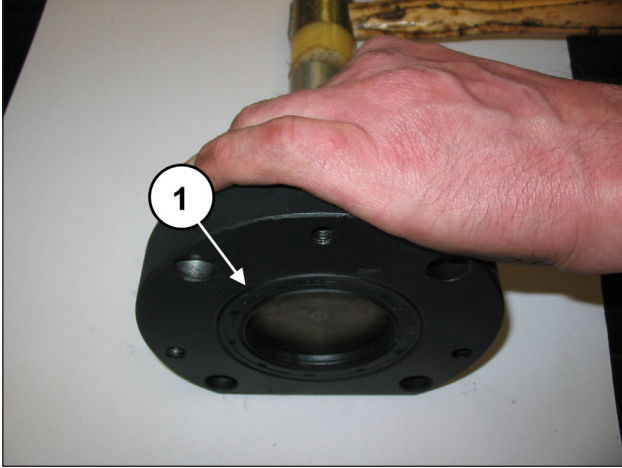
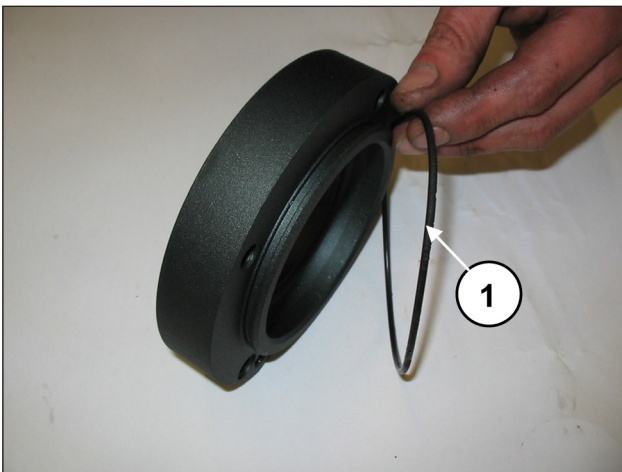
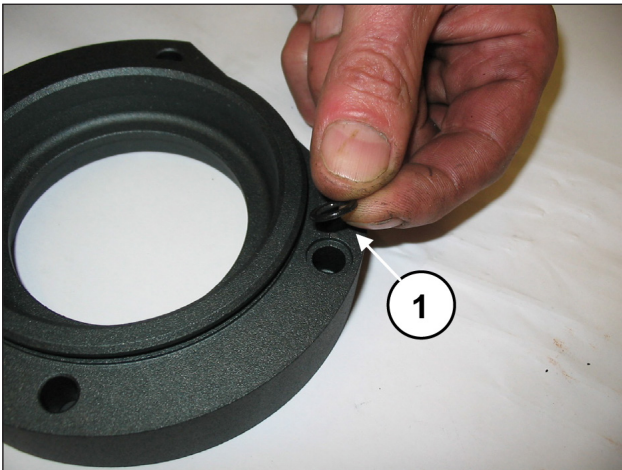

Fig. 28
Fig. 29
Fig. 30
Extraire la bague d'étanchéité radiale (rep. ①, Fig. 28), le joint torique extérieur (rep. ①, Fig. 29) et le joint torique de l'orifice de lubrification (rep. ①, Fig. 30).